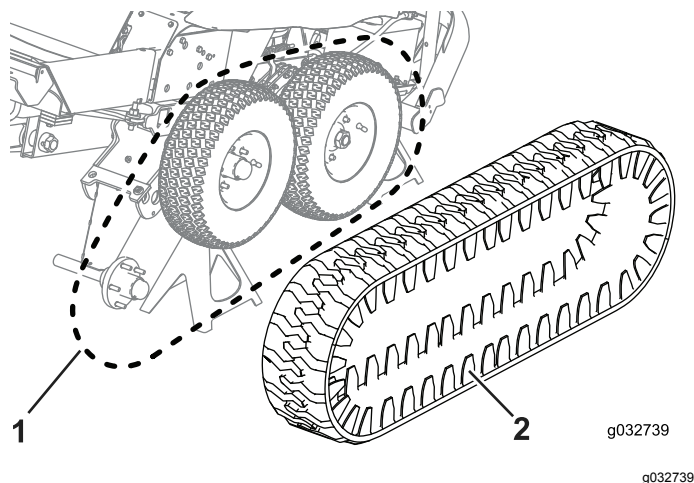

Figura 90
7. Coloque las orugas alrededor de las ruedas centrales y traseras (Figura 90).